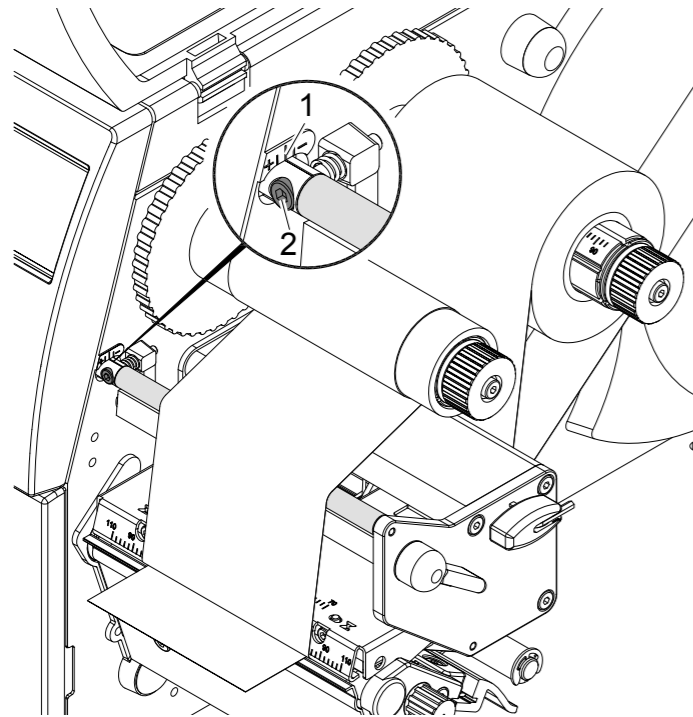

Figura 18 Regolazione del percorso del nastro di stampa
1. Leggere ed eventualmente annotare la regolazione attuale della scala graduata (1) (► Figura 18).
2. Ruotare la vite (2) con la chiave a brugola fornita in dotazione e verificare la stesura del nastro. In direzione + viene teso il bordo interno del nastro di stampa, in direzione – il bordo esterno.